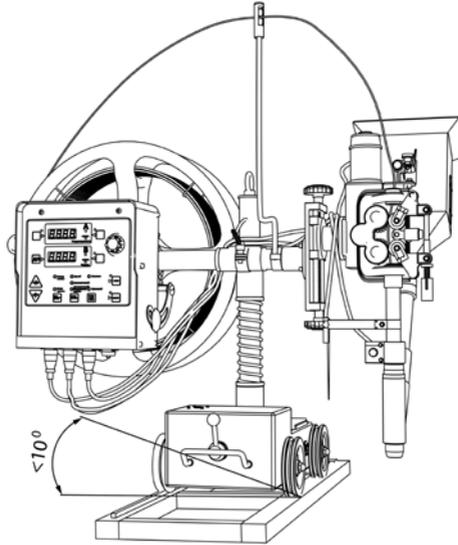

Рис. 8.13. Предельный наклон сварочного трактора.
- Наклон сварочного трактора не должен превышать  $10^\circ$  (См. рис. 8.13).